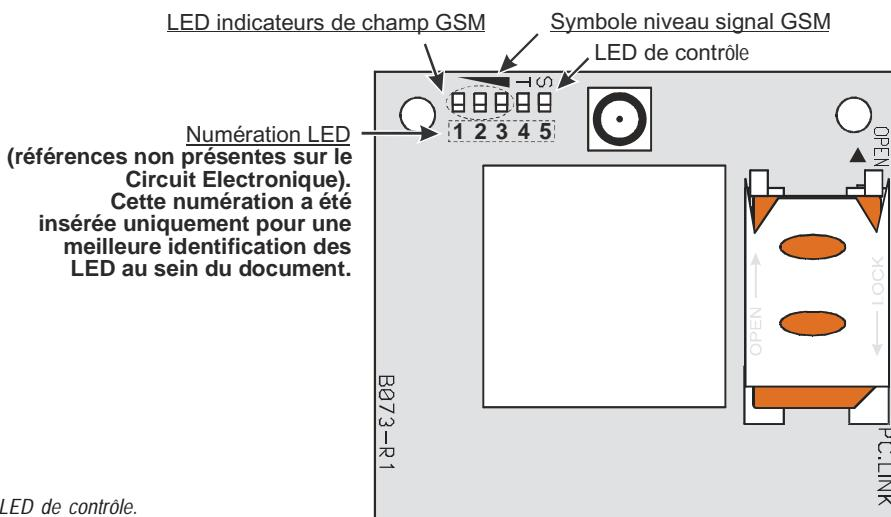

Fig. 4 - LED de contrôle.
Il y a 5 LED sur la fiche (voir Figure 4): trois vertes (L1, L2 et L3), une LED jaune (L4), une LED rouge (L5), qui signalent la connexion, la transmission, les conditions de dysfonctionnement et, uniquement pour la série GS3125 (voir tableau 2), l'état du Transmetteur.
**VERTE** — Les trois LED vertes (L1, L2 et L3), signalent l'intensité du champ GSM et l'état (tableau 2), tel qu'illustré sur la Figure 4: La première LED (L1, à côté du trou de fixation) indique lorsqu'elle est éteinte que le Réseau GSM n'est PAS disponible. Si cette LED est le seul allumée, le niveau du signal GSM est bas mais suffisant pour effectuer les appels vocaux; La seconde LED (L2), indique lorsqu'elle est **allumée**, une bonne intensité de champ GSM: cette LED s'allume uniquement lorsque la première LED verte est allumée; La troisième LED (L3), indique lorsqu'elle est **allumée**, une excellente intensité de champ GSM: elle s'allume uniquement lorsque la première et la seconde LED sont allumées.